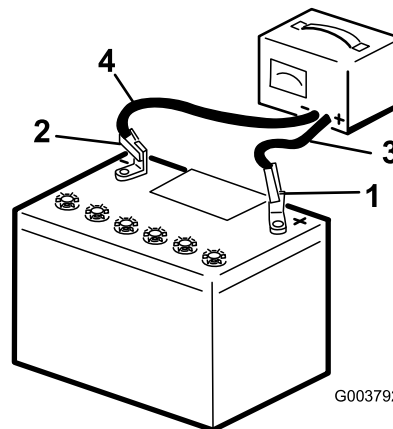

Figura 39
2. Încărcai bateria timp de 10 - 15 minute la 25 - 30 A sau timp de 30 de minute la 4 - 6 A (Figura 39). Nu supraîncărcai bateria.
3. Atunci când bateria este complet încărcată, deconectai încărcătorul de la priza electrică, apoi deconectai cablurile încărcătorului de la clemele bateriei (Figura 39).